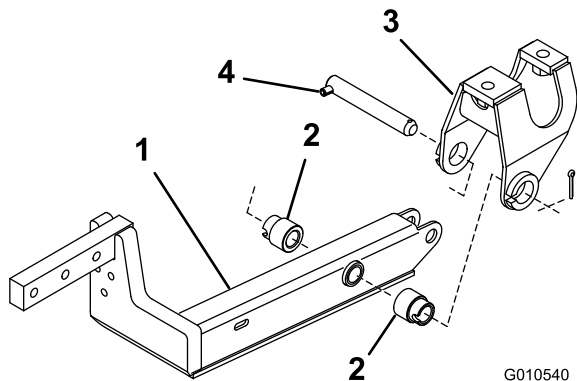

Figura 2
4. Monte um braço de elevação no apoio da articulação com um pino da articulação e um contrapino (5/32 x 1-3/4 pol.). Monte o braço de elevação com a dobra posicionada para fora (Figura 2).